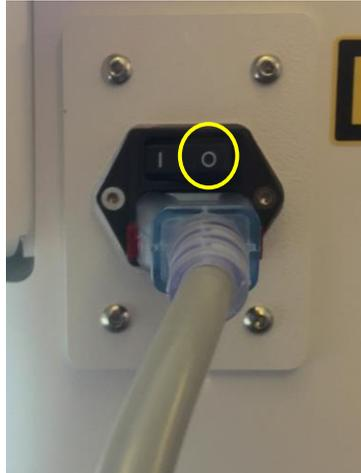

Figura 3-49. Posição Desligado
- Coloque o interruptor de alimentação principal na base do KXL na posição “Desligado” como mostrado na figura 3-49.